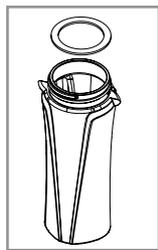

Figure 1
- Placez le joint d'étanchéité sur l'embouchure du verre. (Voyez la figure 1)